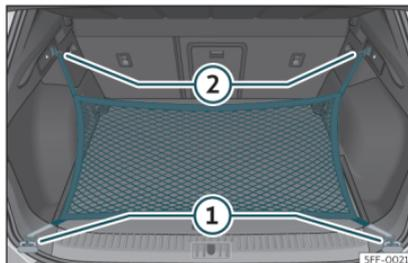

Fig. 113 Dans le coffre à bagages : œillets ① et crochets ② pour accrocher le sac pour filet.
- Fixez les crochets courts du filet aux œillets d'amarrage »» **fig. 113** ① »» ⚠. La fermeture à glissière du sac doit rester vers le haut.
- Fixez les rubans aux crochets pour accrocher des sacs ②.